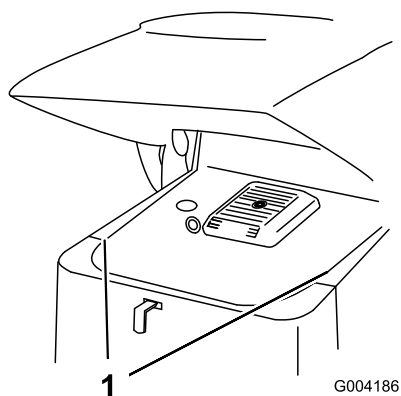

Figura 19
2. Deslice las rejillas laterales (Figura 19) hacia arriba y retírelas de las ranuras de la rejilla delantera y del bastidor.